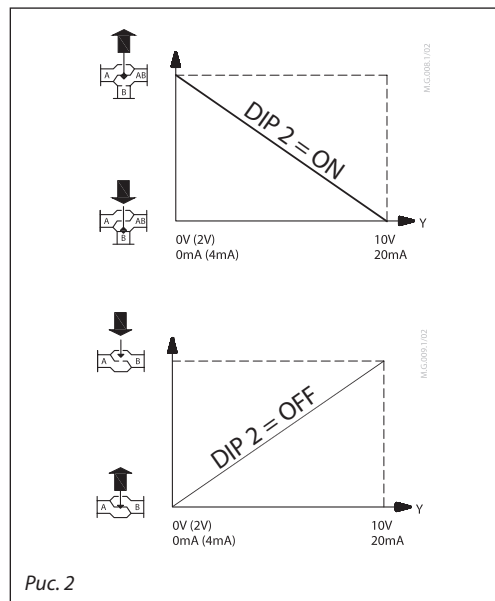

Рис. 2
**DIP2: селектор прямого/инверсного действия с положениями DIR/INV (рис. 2):**